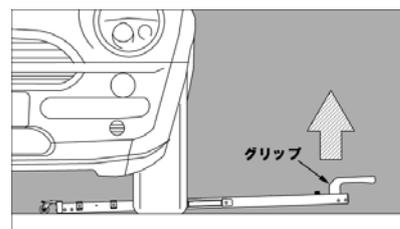

図 3
④ 測定方法
1. 本体のグリップを持ち少し上に上げ、車両の下へ入れます。(図 3)